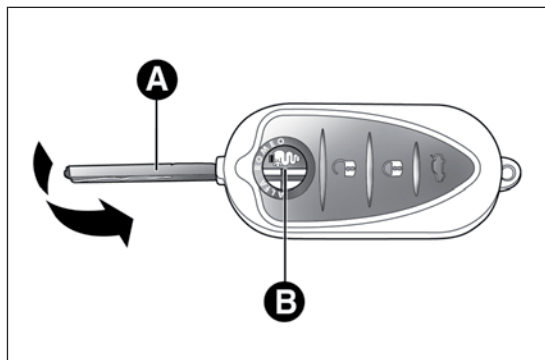

РИС. 16
Металлическое жало А РИС. 16 приводит в действие:
*Нажимайте кнопку ВРИС. 16, держа ключ на расстоянии от тела, особенно от глаз и легко портящихся предметов (например, одежда). Не оставляйте ключ без присмотра, чтобы кто-нибудь и, особенно дети, не могли взять его в руки и неосторожно нажать на кнопку.*